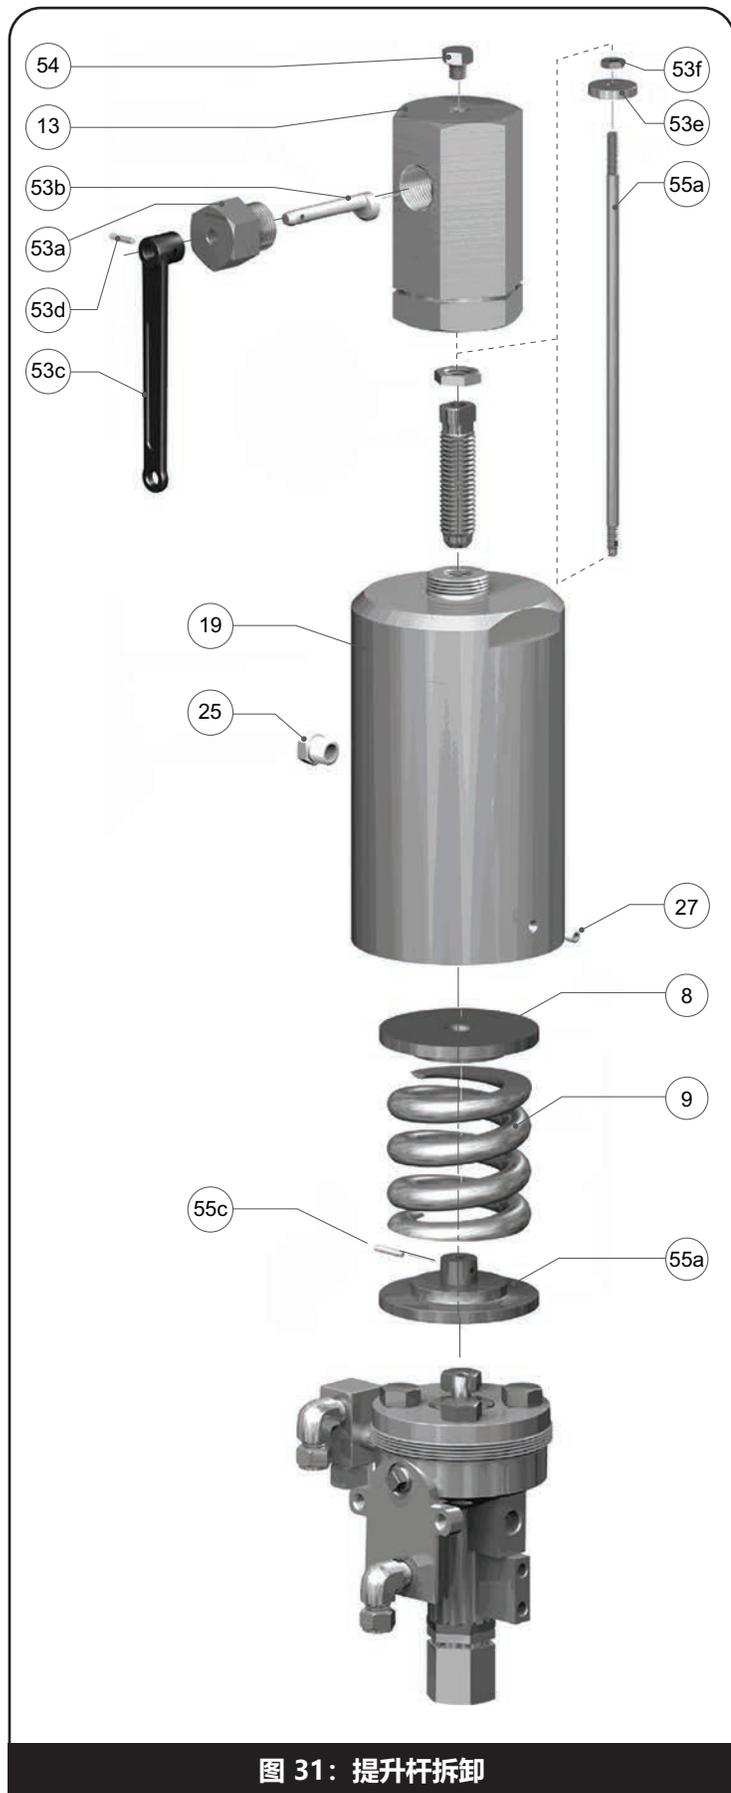

图 31: 提升杆拆卸
3. 如果安装了提升杆，也请根据图 31 拆卸提升杆组件。然后返回图 30 继续拆卸。